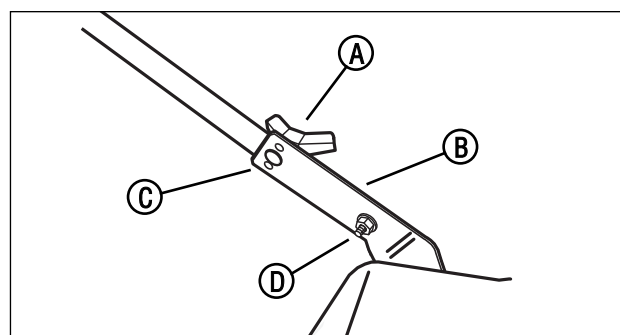

Figura 4: ajuste de la altura de la manija
1. Retire las tuercas de alas (**A, Figura 4**), las arandelas (no mostradas) y los pernos de las abrazaderas izquierda y derecha del mango (**C**).